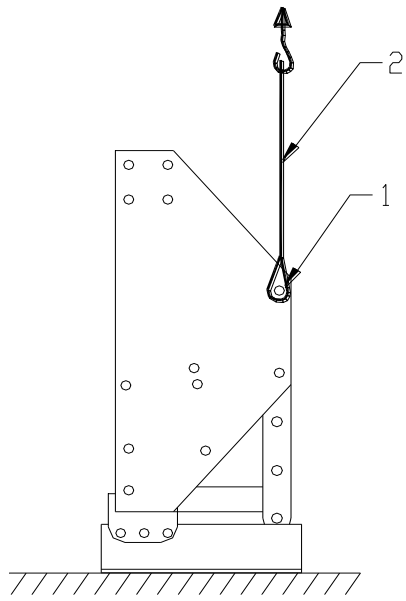

Fig. 1.
Maskinen levereras på en lastpall. Gör så här för att montera den bakom en traktor (se fig.1, 2, 3, 4, 5 och 6)
2. Fäst en slinga på ca. 2,5 m (8 ') stadigt med D-länkar vid hålen 1 på ömse sidor av maskinen enligt Fig.1.